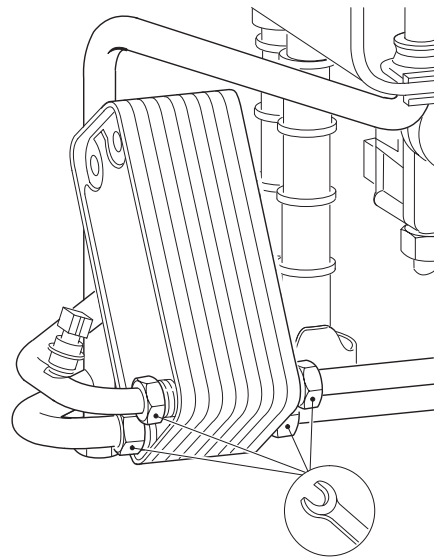

Fig. 76 Scambiatore sanitario a piastre
- ▶ smontare e sostituire lo scambiatore di calore a piastre (fig. 76),